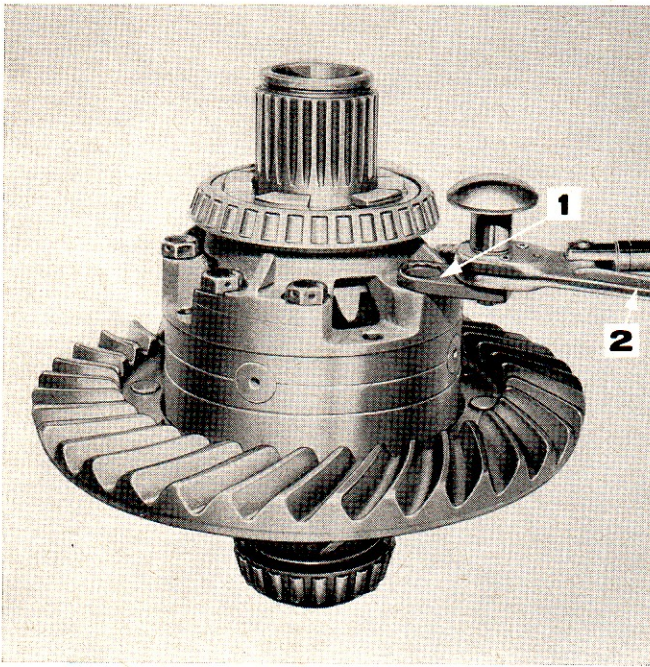

Figure 23: Blocage des boulons du boîtier de différentiel
5. Bloquer les boulons de fixation au couple spécifié (voir Spécifications, Chapitre 3). Pour les ensembles comportant un blocage de différentiel, utiliser l'adaptateur spécial no T4091 ou tout adaptateur semblable, pour permettre l'emploi d'une clé dynamométrique (Figure 23).